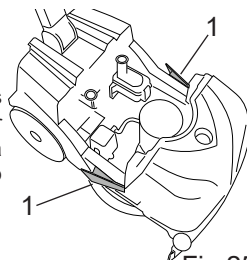

Fig.25
- Tryck på tankarnas två frigöringsspar (bild 25-ref.1), dra ut återvinningstanken från chassit.